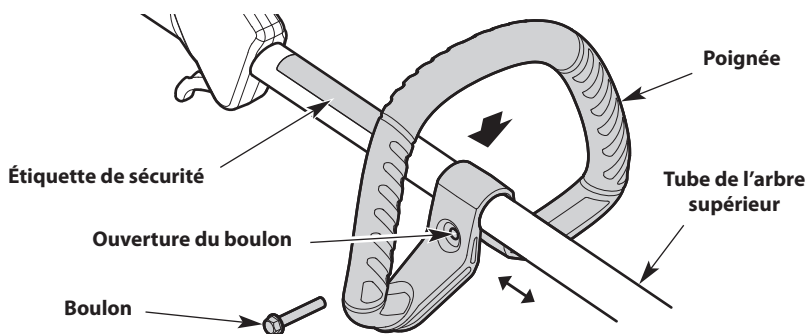

Fig. 8
1. Poussez le manche sur le tube supérieur de l'arbre (Fig. 8). Assurez-vous que la ouverture du boulon font face vers la droite (Fig. 8).
2. Insérez le boulon dans son trou et poussez-le à travers (Fig. 8). Serrer la boulon avec un tournevis à tête plate, mais ne pas serrer la boulon complètement.
3. Maintenez l'unité en position d'utilisation (Fig. 17). Déplacez le manche vers le haut ou le bas sur le tube supérieur pour trouver une position confortable (Fig. 8). S'assurer que la poignée est placée au-delà de l'extrémité de l'étiquette de sécurité (Fig. 8).
1. Desserrer le boulon avec un tournevis à tête plate (Fig. 8).
2. Maintenez l'unité en position d'utilisation (Fig. 17). Déplacez le manche vers le haut ou le bas sur le tube supérieur pour trouver une position confortable (Fig. 8). S'assurer que la poignée est placée au-delà de l'extrémité de l'étiquette de sécurité (Fig. 8).